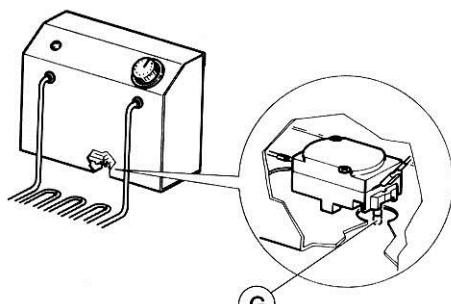

Рис.3
В этом случае необходимо дать оборудованию остыть и взвести защитный термостат. Для взвода защитного термостата следует нажать красный штырь (G, рис.3).
**При включении без масла в кotle защитный термостат отключит оборудование. В этом случае необходимо дать оборудованию остыть и взвести защитный термостат. Для взвода защитного термостата следует нажать красный штырь (G, рис.3).**